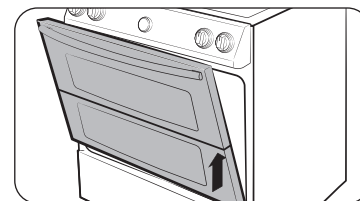

Fig. 2
5. Soulevez et retirez la porte jusqu'à ce que le bras de la charnière soit sorti de son logement (Fig. 2).